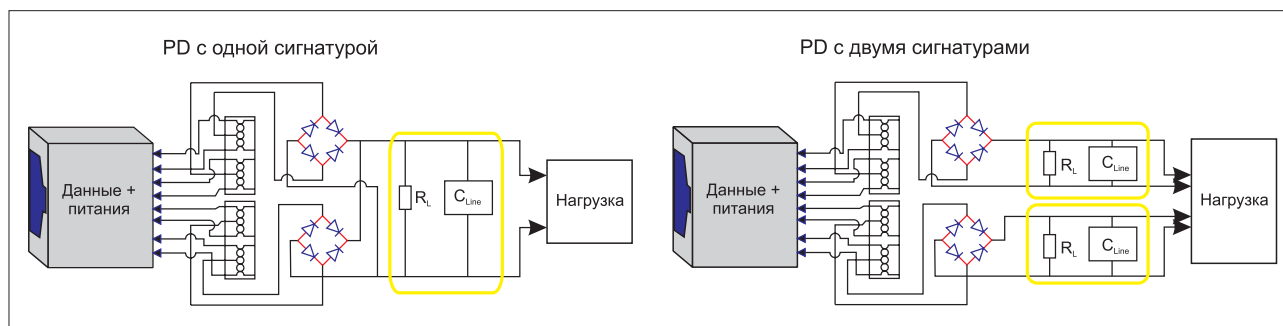

Рис. 1. Схемы с использованием одинарной и двойной сигнатур
**Одиарная/двойная сигнатура PD-устройств.** Стандарт IEEE 802.3bt поддерживает две разновидности PD-устройств: с одной сигнатурой и двумя (см. рис. 1). Инжектор должен поддерживать и те, и другие устройства.